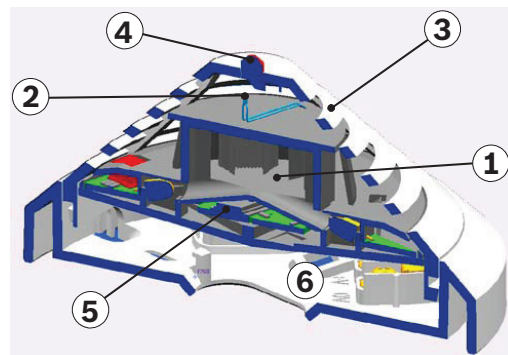
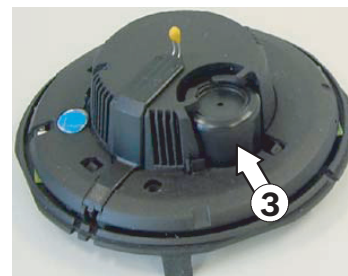

Figura 2.1 Configuração do detector
Figura 2.2 Sensor químico
Um LED envia luz para a câmara de medição (consulte *Figura 2.1*, item 1); esta luz é absorvida pela estrutura labiríntica. Em caso de incêndio, o fumo entra na câmara de medição. A luz é difundida pelas partículas de fumo e incide nos fotodíodos, que transformam a quantidade de luz num sinal eléctrico proporcional.
Um termistor (consulte *Figura 2.1*, item 2) localizado numa rede de resistências é utilizado como sensor térmico; um conversor analógico-digital mede a tensão dependente da temperatura a intervalos regulares.
O sensor químico (consulte *Figura 2.1* e *Figura 2.2*, item 3) detecta principalmente o monóxido de carbono (CO) que é produzido por um incêndio, mas detecta também o hidrogénio (H) e o monóxido de azoto (NO).